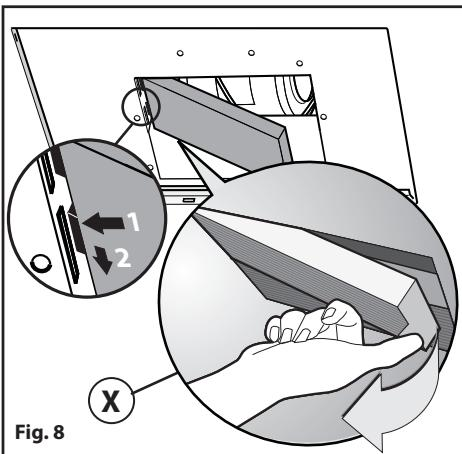
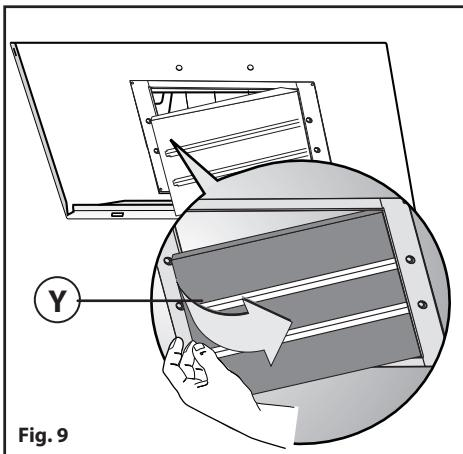

Fig. 8
Fig. 9
Nous disposons de deux types de Kit, un avec filtres cassette à charbon (**Fig. 8**) et l'autre avec filtres à charbon régénérables (lavables). (**Fig. 9**)
- Pour remplacer les filtres cassette à charbon **X**, tirer vers l'extérieur le levier comme illustré (**Fig. 8**).
- Pour remplacer les filtres à charbon régénérables **Y**, dégager les fixations de leur emplacement en les tirant vers l'extérieur. (**Fig.9**)